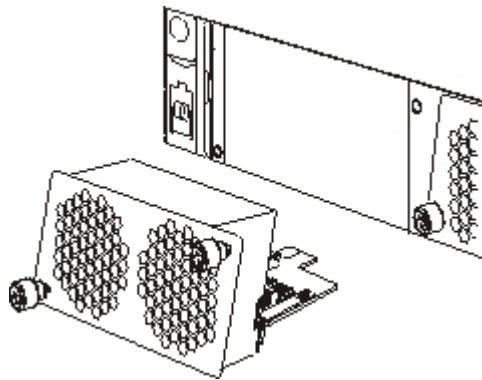
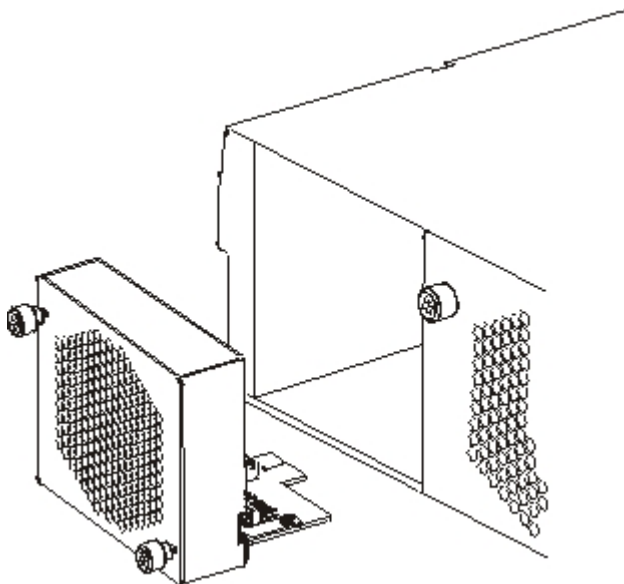

Figura 21. Removendo um módulo de ventilador em um dispositivo Tipo 7198
Figura 22. Removendo um módulo de ventilador em um dispositivo Tipo 7199
4. Remova o módulo do ventilador, conforme ilustrado em Figura 21 ou em Figura 22 na página 58.